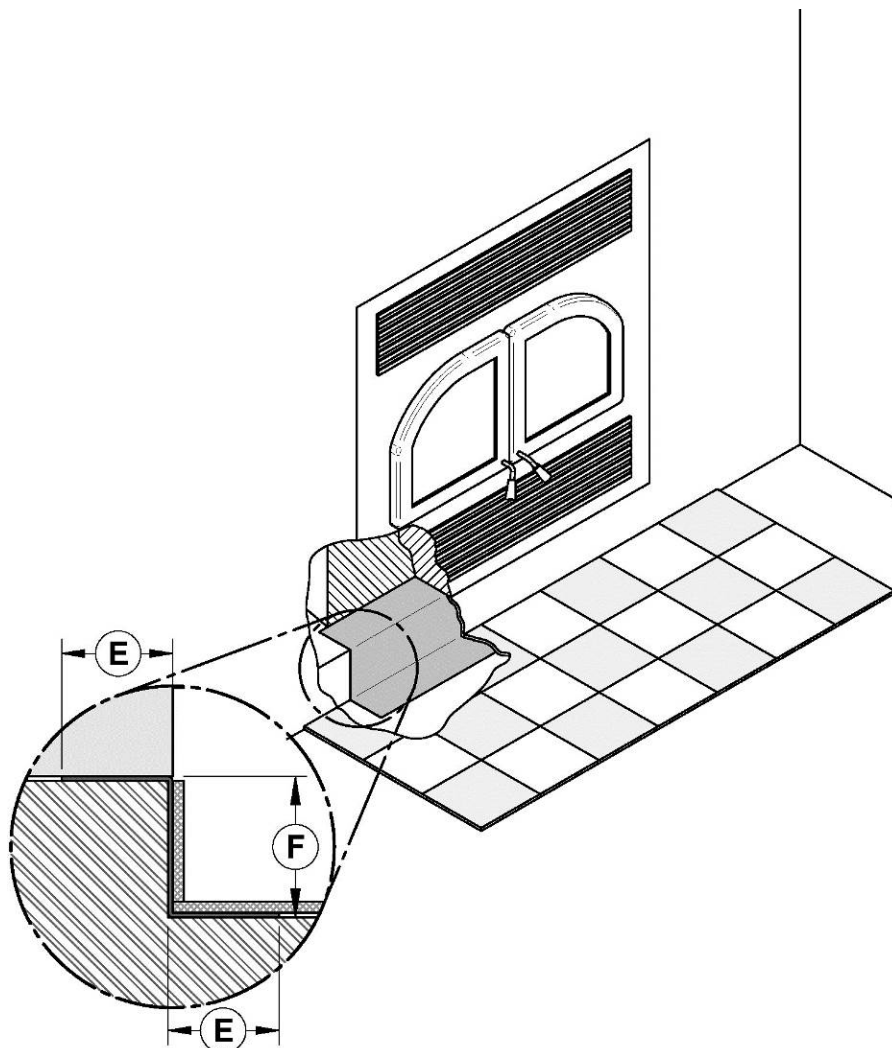

Figure 16 : Installation sur une base surélevée de 4"
Dans le cas où (F) serait égal à 4", il est suggéré de faire la plaque de métal entre la base du foyer et le plancher en un morceau. Voir Figure 16 : Installation sur une base surélevée de 4".